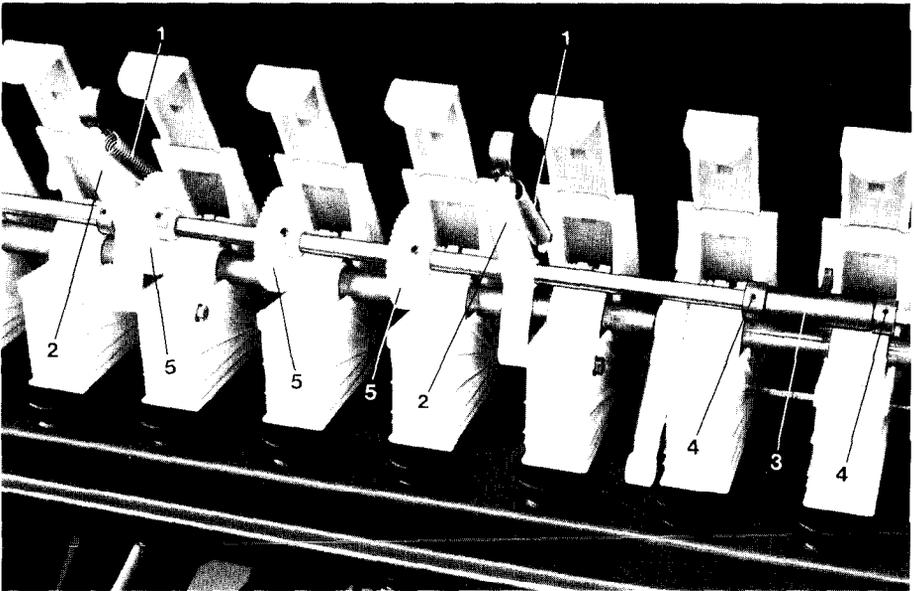
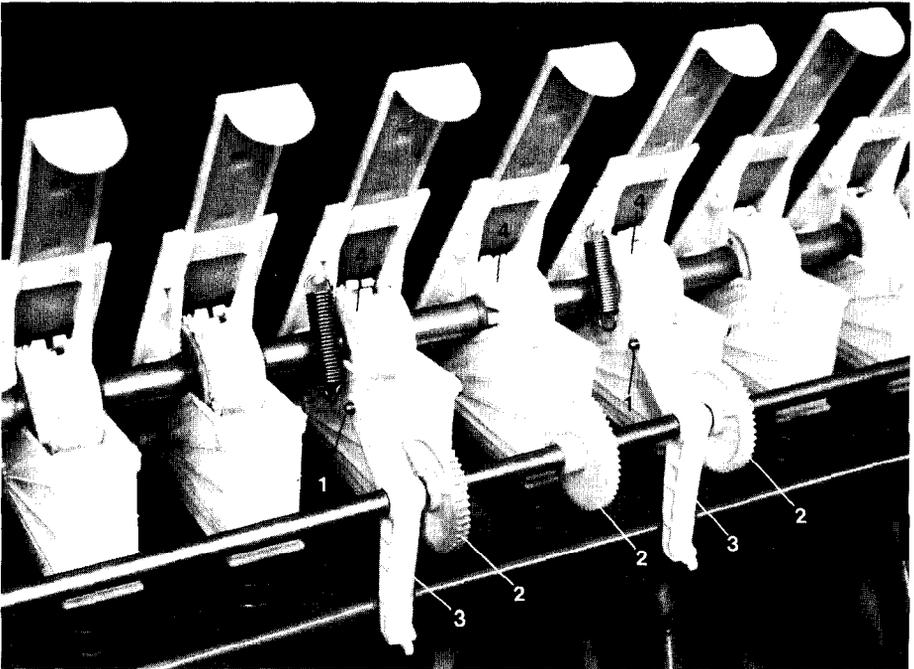

Fig. 109
Fig. 110
- Zugfedern (Fig. 109/1) zwischen Sägehäusen und Schwenklagern (Fig. 109/2) lösen und die Vorgelegewelle nach hinten abklappen (Fig. 110).
- Eine Halterung (Fig. 109/3), die die Vorgelegewelle axial sichert, greift in eine Aussparung am Sägehäuse. Diese Halterung wird beim Abklappen der Vorgelegewelle aus der Aussparung herausgezogen und ist nach erfolgter Montage in der gleichen oder in einer Aussparung der nebenliegenden Sägehäuse zu befestigen. Die Halterung (Fig. 109/3) wird axial durch Stellringe (Fig. 109/4) auf der Vorgelegewelle gesichert.
- Skt.-Schrauben (Fig. 110/1), mit denen die Schwenklager an den Fahrgassensägehäusen befestigt sind, lösen.
- Schwenklager (Fig. 110/3) und Kunststoffantriebsritzel (Fig. 110/2) auf der Vorgelegewelle verschieben.
- Mitnehmerschrauben (Fig. 110/4) der neuen Fahrgassensäräder lösen, bis diese sich frei auf der Säwelle drehen lassen.
- Schwenklager (Fig. 110/3) an den Fahrgassensägehäusen befestigen, Vorgelegewelle hochklappen und Zugfedern von den Schwenklagern zu den Sägehäusen einhängen.
Die Montage der Kunststoffantriebsritzeln (Fig. 109/5) erfolgt nach Punkt 24.2. Die Vorgelegewelle ist nur auf der rechten Maschinenseite mit Kunststoffantriebsritzeln zu bestücken. Die Antriebsritzeln sind auf der Vorgelegewelle so zu montieren, daß der Abstand der Fahrgassensräder, gemessen von der rechten äußeren Maschinenseite, eine halbe Schlepperspur beträgt. Bei Arbeiten mit der Vorauflaufmarkierung ist die linke Spuranreißerscheibe zu demontieren.